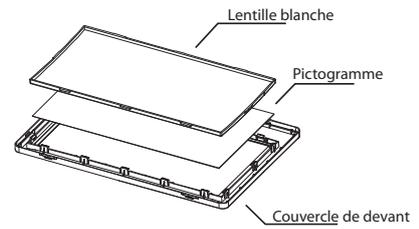

Fig.5
Montage mural (voir Fig. 4.1 ; Fig. 5)
5.3. Dévisser le cache du trou de montage approprié sur la plaque arrière (Fig. 5).